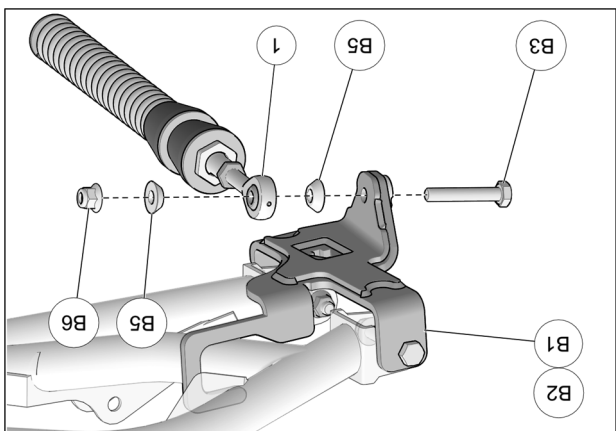

Fig. 10
10. Fixer le bras stabilisateur (1) à l'ancrage de suspension (B1-B2) à l'aide du boulon (B3), des espaces coniques (B5) et de l'écrin autobloquant (B6). Serrer à un couple de $70\text{ N}\cdot\text{m}$ [52 lb·pi]. Voir la Fig. 10